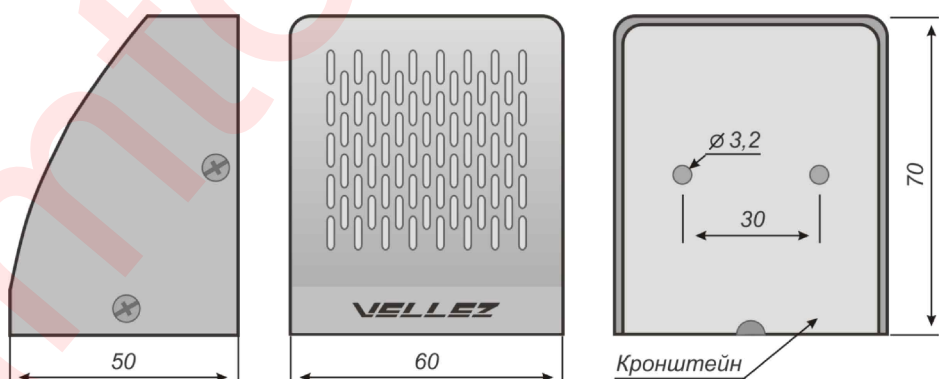

Рисунок 10
- 3.5 Внешний вид выносных модулей ММ-15 и МГ-15 приведен на рис. 10